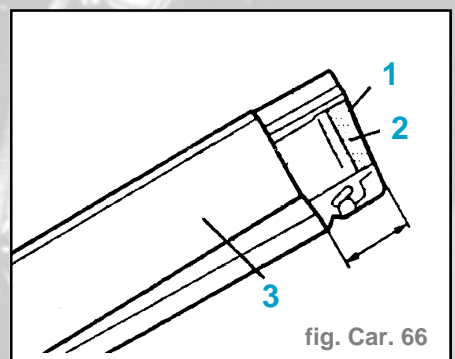

fig. Car. 66
**Attention :** Dans l'opération qui est décrite, la tôle d'auvent intérieure (1) n'est pas remplacée.
- La zone de découpe sur la pièce de rechange pour l'auvent extérieur (3) se trouve à 50 mm (côte A) en dessous de la jonction (1) du renfort d'auvent (2) (fig. Car. 66).